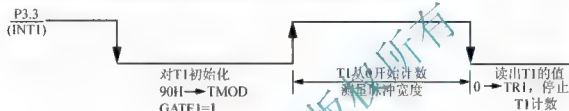

图 4-23 利用 GATE 位测量正脉冲的宽度
**例 4.4 门控制位 GATE 的应用——测量脉冲宽度。**下面以 T1 为例, 介绍门控制位 GATE 的应用。门控制位 GATE 可使定时器/计数器 T1 的启动计数受 INT1 的控制, 当 GATE=1, TR1=1 时, 只有 INT1 引脚输入高电平时, T1 才被允许计数, 利用 GATE 位的这一功能(对于 T0 的 GATE 位也是一样, 可使 T0 的启动计数受 INT0 的控制), 可测量 INT1 引脚(P3.3)上正脉冲的宽度(机器周期数), 其方法如图 4-23 所示。